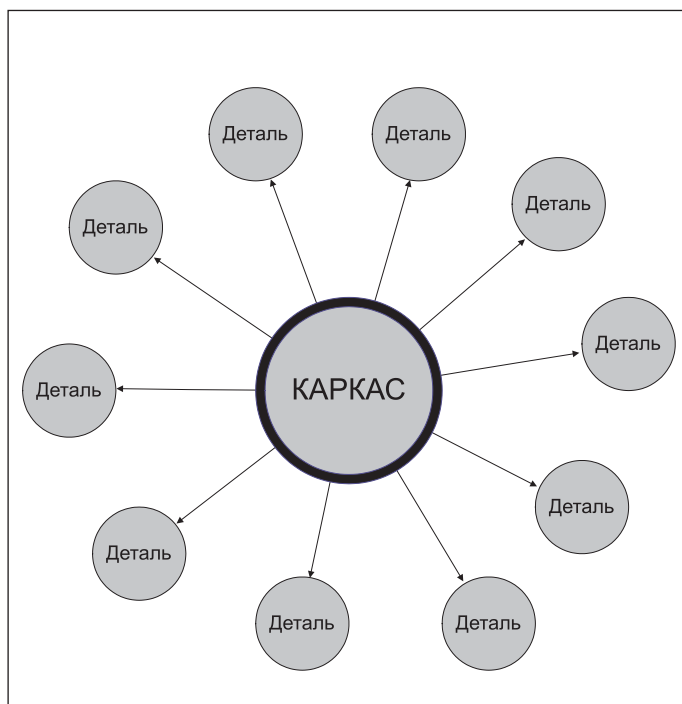

Рис. 1. Классическая одноуровневая схема связей компонентов сборки с каркасом
- В каркасном подходе последовательно реализуется принцип единственности источника данных о геометрии сборки и ее составляющих. В сборке, построенной на основе каркаса, каждая деталь в идеале имеет связь лишь с родительским каркасом. Система зависимостей имеет топологию типа "звезда" (рис. 1). Такая структура связей устойчива к операциям реструктуризации сборки верхнего уровня. Это важный элемент системы обеспечения живучести больших, сложных сборок и проекта в целом.